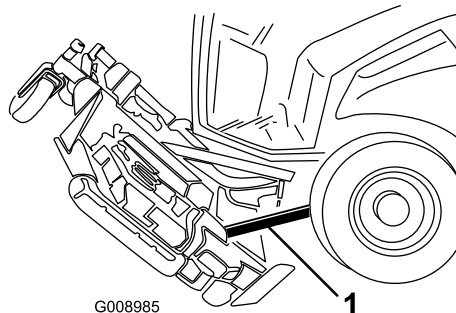

Figura 132
6. Introduzca a presión un bloque de madera entre el borde trasero de la carcasa y la máquina (Figura 132).